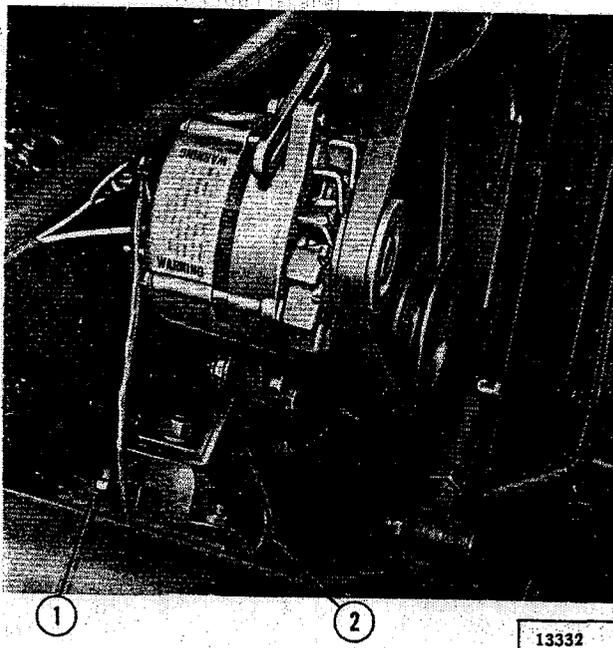

Fig. C-1 Erdungskabel für Rahmen - Hurricane F4
- g) Die Verbindungen des Erdungskabels des Motors müssen fest angezogen sein. Wenn die Verbindungen lose, verschmutzt oder zerfressen sind, ergibt sich ein schlechtes Anspringen des Motors oder ein Versagen der elektrischen Anlage. Aus der Fig. C-1 ist ersichtlich, wo sich das Erdungskabel beim Hurricane F4 befindet. Fig. C-2 zeigt die Anordnung beim Dauntless V6.